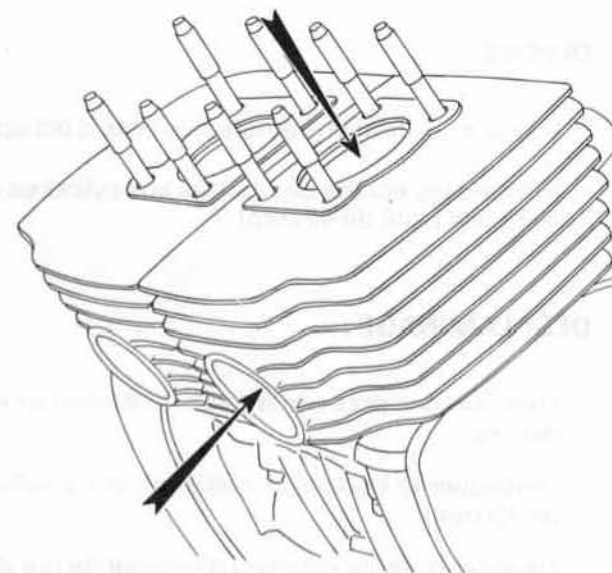

FIG. 1
Piston au point bas, décalaminer la lumière d'échappement (fig. 1).
Remonter le piston au point mort haut (maintenir le cylindre) et décalaminer le dessus de celui-ci (fig. 1).
- Dévisser les fixations arrière des pots d'échappement (clé de 17 mm, fig. 1).